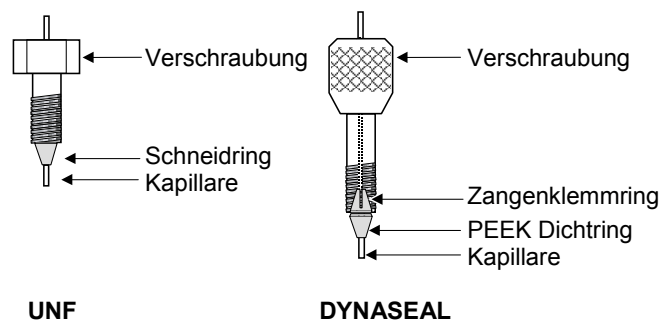

Abb. 15 Prinzip der UNF- und DYNASEAL-Verschraubungen
1. Führen Sie die Verschraubung, den Zangenschneidring und den Dichtring auf die Kapillare (bei Sechskant-Verschraubungen nur Verschraubung und Schneidring). Achten Sie auf Reihenfolge und Ausrichtung der Fittings, siehe Abb. 15.